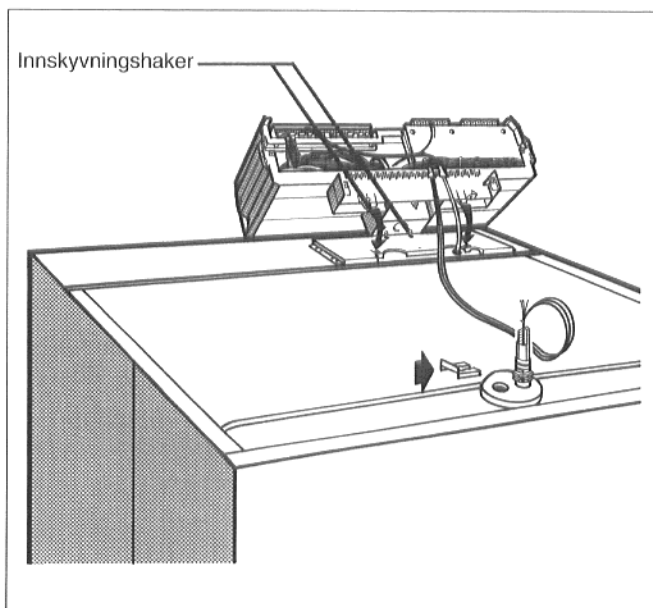

Fig. 52
- Sette på kontrollpanelet (fig. 52). Kontrollpanelet settes forfra inn i de ovale boringene til adapterplaten med innskyvningshakene. Kontrollpanelet trekkes fremover og vippes deretter bakover. De elastiske hakene må gå i inngrep bak i de firkantede åpningene på adapterplaten.